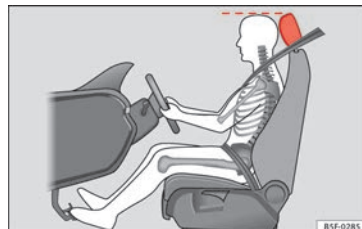

Fig. 72 Position correcte de l'appuie-tête du conducteur
- Réglez l'appuie-tête de sorte que le bord supérieur de celui-ci soit à la même hauteur que la partie supérieure de votre tête » fig. 72.